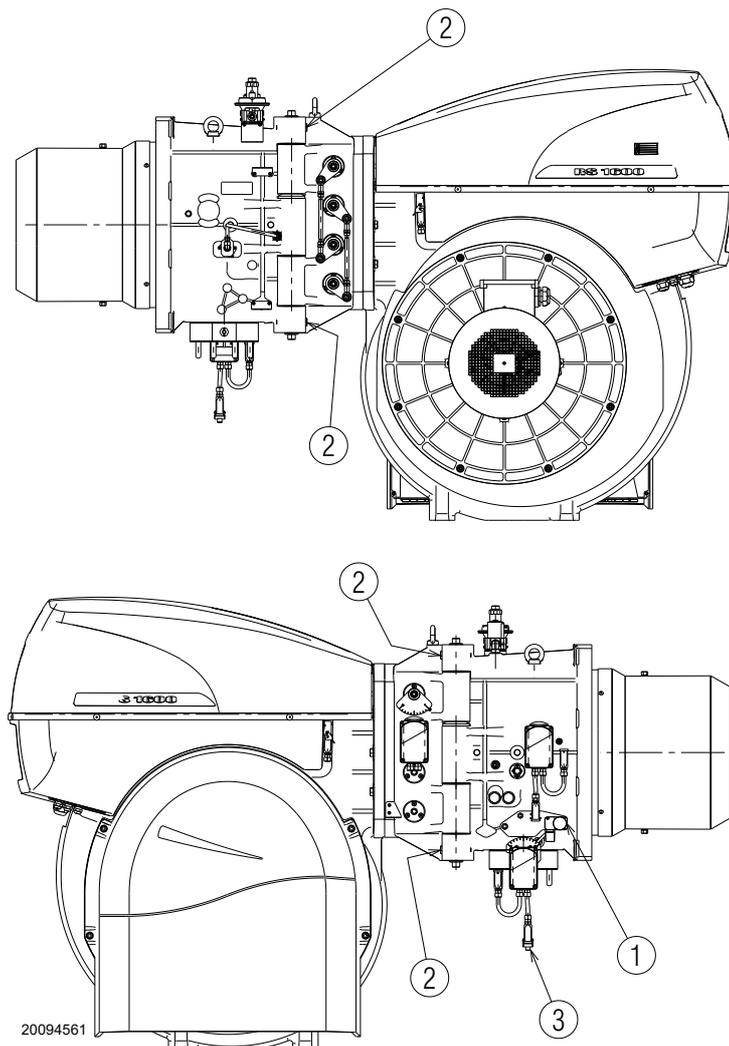

Abb. 38
- Trennen Sie die Gasdruckwächterverbindung 1)(Abb. 38).